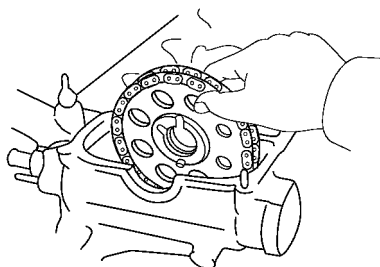

图 1-11 拆下凸轮链轮和链条
5) 从凸轮轴拆下凸轮链轮和链条, 留下滑履和减振板, 如图 1-11 所示。
(7) 拆下气缸盖